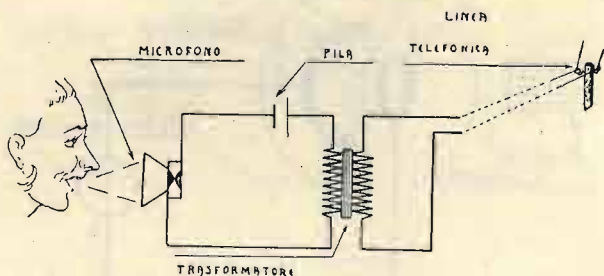

Fig. 6. — Parlando davanti ad un comune apparato telefonico le vibrazioni sonore prodotte dalla voce si trasformano in correnti elettriche variabili.
1) Allorchè si parla davanti al microfono di un normale apparato telefonico, le vibrazioni sonore della nostra voce, colpendo il diaframma del microfono adattato sopra un contatto di carbone, modificano la resistenza del contatto inserito in un circuito elettrico, e indi l'intensità di corrente che in esso circola. Questa corrente viene trasformata da bassa ad alta tensione, mediante la presenza di un apposito trasformatore, e ciò allo scopo, per quanto riguarda la telefonia normale, di renderla atta a vincere la resistenza delle linee (fig. 6).